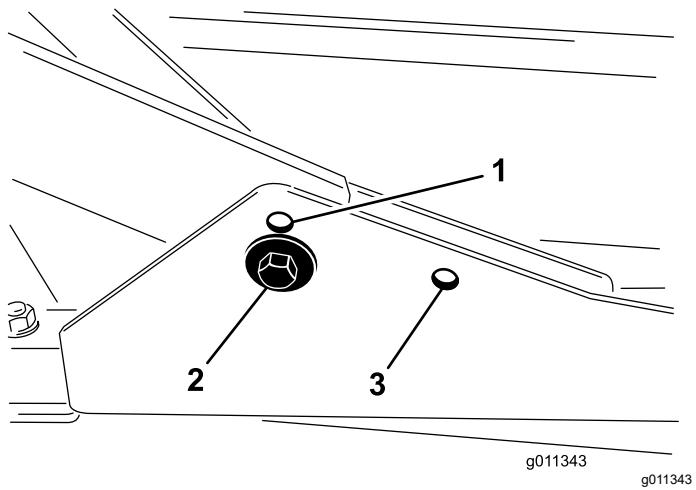

Figure 9
- Pour une hauteur de coupe de 2 à 7,6 cm (3/4 à 3 po), montez les bâts porteurs avant dans les trous inférieurs avant (Figure 9).
- Pour une hauteur de coupe de 6,3 à 10 cm (2½ à 4 po), montez les bâts porteurs avant dans les trous supérieurs avant (Figure 9).
Quelle que soit la hauteur de coupe, l'unité de coupe arrière doit être montée dans les trous de montage arrière (Figure 9).